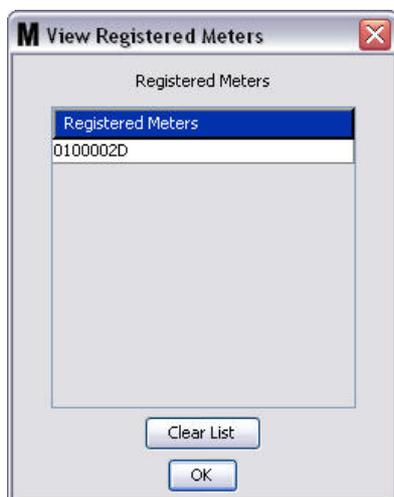

Рис. 121
- Кнопки «**LINK**» [СВЯЗАТЬ] и «**UNLINK**» [ОТМЕНИТЬ СВЯЗЬ]. Когда полностью заполните все параметры окна профиля расходомера, нажмите кнопку «Link» [Связать], чтобы отобразить окно «Meter Profile/ID Assignment» [Назначение идентификатора профилю расходомера] (Рис. 121). Из списка зарегистрированных расходомеров выберите требуемый профиль. Нажмите кнопку «OK» [OK], чтобы закрыть окно и сохранить изменения.